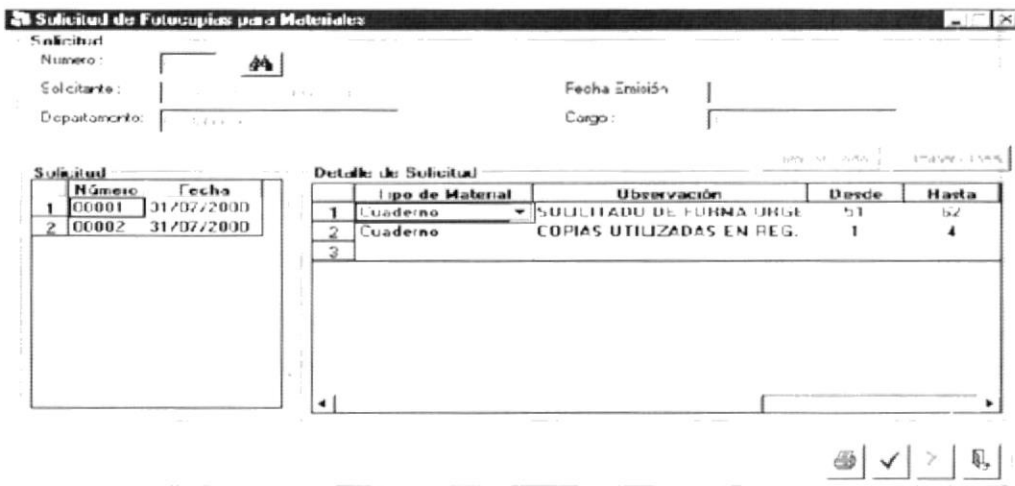

Figura 9.25 Ventana del Ingreso de Fotocopias para Materiales
2. Al hacer esto se mostrarán automáticamente todas las Solicitudes de Fotocopias para Materiales que no están autorizadas, en ese momento se activarán los botones de modificar, eliminar e imprimir, como se muestra en la **Figura 9.25**